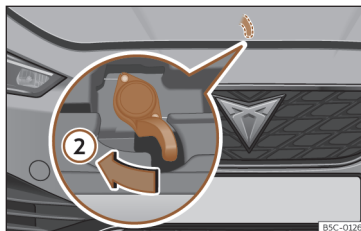

Fig. 216 Alavanca sob o capô.
- Para levantar o capô, pressione para a esquerda com a palma da mão para baixo a alavanca situada sob o capô, no centro »» Fig. 216 ②. Os ganchos de fixação ficam desbloqueados.